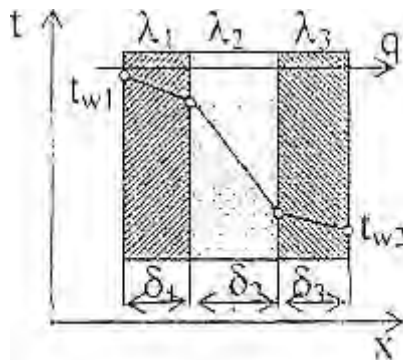

Рис.1. Расчетная схема 3-х слойной плоской стенки
Вычислить плотность теплового потока q , проходящего через 3-х слойную плоскую стенку (рис.1).
1) Находим тепловой поток q , Вт/м², через 3-х слойную плоскую стенку (рис.1) по формуле: